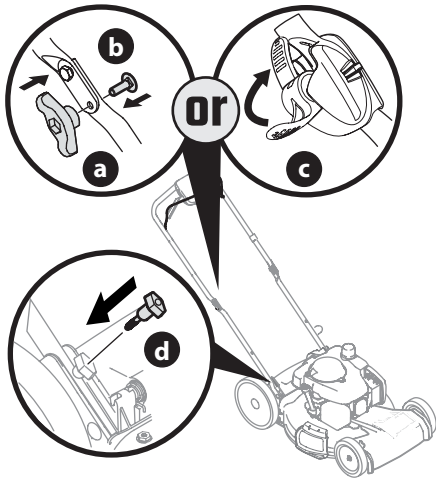

Figura 8
- Vuelva a ajustar las perillas o las tuercas de aletas (a) y los pernos de carro (b) que se extrajeron en el PASO 1 en los orificios inferiores de la manija o trabe las palancas de liberación de la manija EZ-fold (c) (Figura 8).
- Con los pernos T (d) que se extrajeron en el PASO 2, asegure la manija inferior a los soportes de la manija (Figura 8) y ajuste bien para asegurar la manija en su lugar.